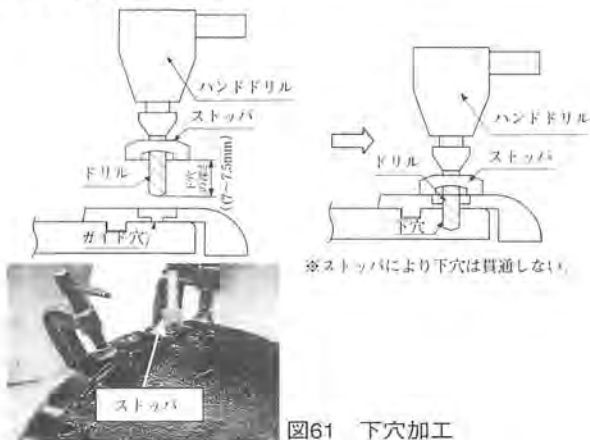

図61 下穴加工
- ④ 専用のストップ付ドリルの下穴の深さが7～7.5mmであることを確認し、切管用挿し口リングのガイド穴に合わせて、所定の深さの下穴を加工する。(図61参照)。このとき、下穴は管の中心に向かってまっすぐ加工する。加工終了後は下穴から切屑を除去する。